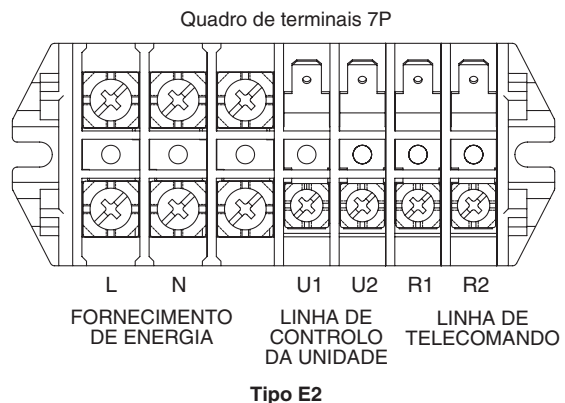

Fig. 4-2
- (1) Consulte a Secção “4-2. Comprimento e diâmetro do fio recomendados para o sistema de fornecimento de energia” para a explicação de “B”, “C” e “D” no diagrama acima.
- (2) O diagrama de ligação básica da unidade interior mostra o quadro de terminais e, portanto, o quadro de terminais em seu equipamento pode diferir do mostrado no diagrama. (Fig. 4-2)
- (3) O endereço do circuito do refrigerante (R.C.) deve ser definido antes de ligar a alimentação.
- (4) Com respeito à definição do endereço R.C., consulte as instruções de instalação fornecidas com a unidade exterior. A definição automática do endereço pode ser executada automaticamente pelo telecomando. Consulte as instruções de instalação fornecidas com o telecomando (opcional).